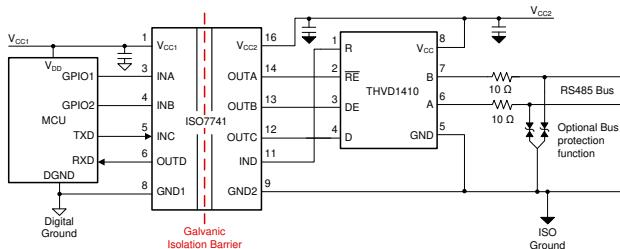
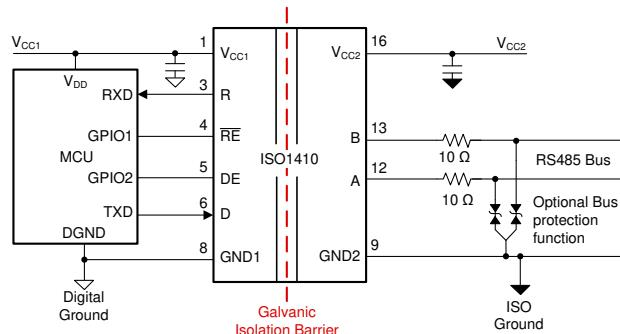

图 1. 采用 ISO7741 和 THVD1410 分立实现隔离式 RS-485
图 2. 采用 ISO1410 的隔离式 RS-485 的集成设计
对于 RS-485 系统，有两种常见的隔离信号的方法。第一种方法是数字隔离器和 RS-485 收发器的分立式设计。在该设计中，启用 (RE、DE)、发送 (D) 和接收 (R) 信号通过 MCU 和 RS-485 收发器之间的数字隔离器（例如 ISO7741）进行隔离。图 1 展示了这种设计的一个示例，其中采用了 ISO7741 和一个 RS-485 收发器（如 THVD1410）。分立式设计的一项主要优势是能够灵活地为特定应用选择理想收发器。然而，由于采用了多芯片设计，其缺点是需要额外的布板空间。
通过将隔离器与收发器组合到一个封装中，该设计相比分立式设计减少了系统级布板空间。图 2 所示为如何用 ISO1410 替代图 1 的分立式设计。